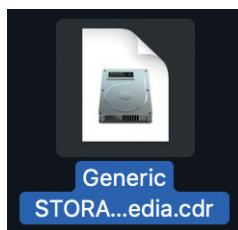

Рис. 5.13. Файл с расширением .cdr
8. По умолчанию файлы в формате **DVD/CD master** (Мастер DVD/CD) имеют расширение **.cdr** (рис. 5.13).